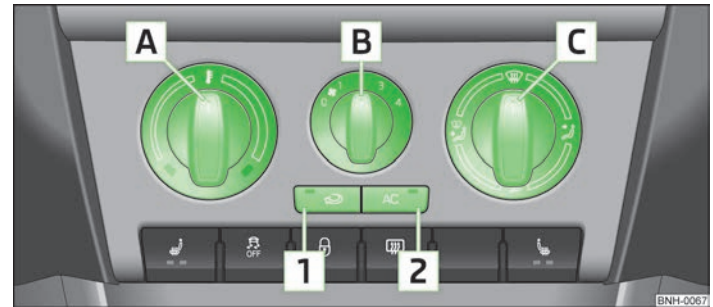

Fig. 60 Sistema de aire acondicionado: Elementos de mando
El sistema de refrigeración funciona sólo si se pulsa la tecla **(AC) [Z]** » fig. 60 de la página 63 y se cumplen las siguientes condiciones:
- Girar el regulador giratorio **[A]** » fig. 60 hacia la derecha para elevar la temperatura.
- Girar el conmutador del ventilador **[B]** » fig. 60 a una de las posiciones, 1 a 4, para conectar el ventilador.
- Con el regulador de distribución de aire **[C]** » fig. 60, se regula el sentido de salida del aire » página 61.
- Pulsar la tecla **(AC) [Z]** » fig. 60, en la tecla se encenderá el testigo.
- Elementos de mando **A** » fig. 60 de la página 63, **B**, **C** y las teclas **1** y **2**.
- Pulsar la tecla  **1** » fig. 60 de la página 63, en la tecla se encenderá el testigo.
- Pulsar de nuevo la tecla  **1** » fig. 60 de la página 63 - se apagará el testigo de control en la tecla.
Si el regulador distribuidor de aire **C** » fig. 60 de la página 63 se encuentra en la posición , el servicio de aire circulante se desconectará automáticamente. Pulsando repetidamente la tecla , se puede volver a conectar el servicio de aire de circulación también en esta posición. ►